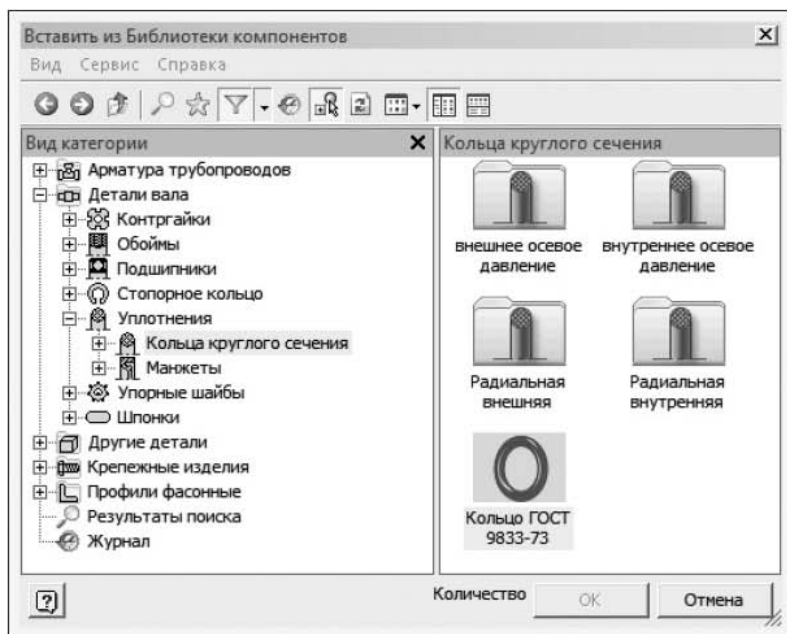
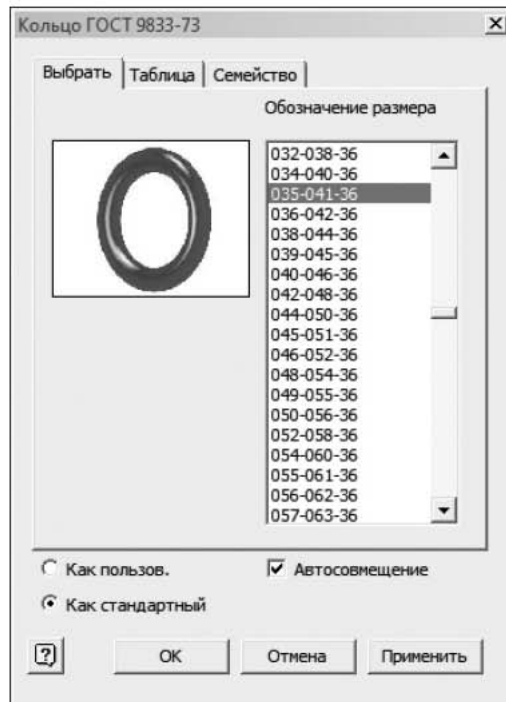

Рис. 9.46. Диалоговое окно библиотеки компонентов
Рис. 9.47. Окно параметров кольца уплотнительного
3. Вызвав команду ленты Сборка ► Компонент ► Вставить из библиотеки компонентов ► Детали вала ► Уплотнения ► внутреннее осевое давление ► Кольцо 3 ГОСТ 9833–73 (рис. 9.46), вставьте в сборку два кольца с параметрами, показанными на рис. 9.47.